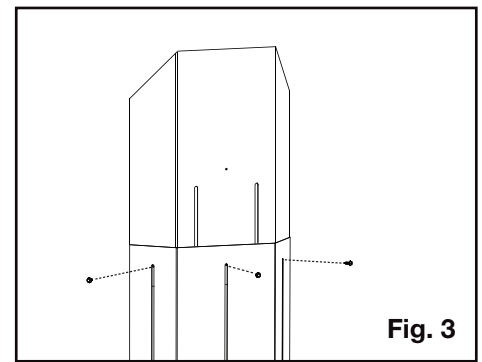

Fig. 3
3. Utilisez les attaches à l'étape 1 pour maintenir la nouvelle hauteur de bouclage d'évent (Figure 3).